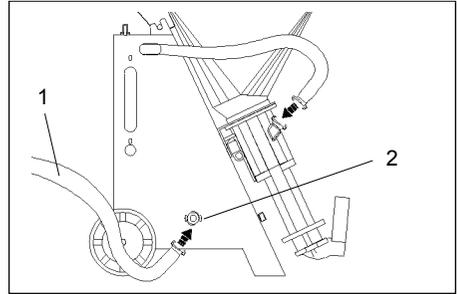

FIG.20 (Collegamento tubo acqua di alimentazione generale su ingresso macchina)
- 1) Collegare il tubo fornito in dotazione (\varnothing est. 26 mm - L= 40 m) (FIG.20-Rif.1) all'ingresso acqua della macchina (FIG.20-Rif.2);
- 2) Collegare il tubo acqua (FIG.20-Rif.1) alla rete idrica di alimentazione (deposito o acquedotto) assicurarsi che la valvola sia aperta.